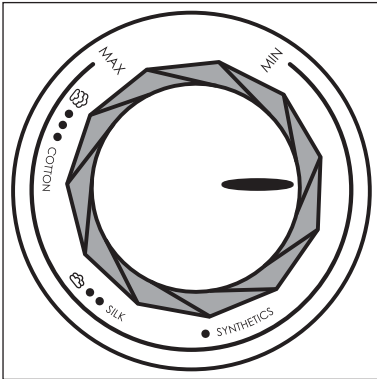

Abb. 2
- 3) Stellen Sie die geeignete Temperatur mit dem Temperaturregler  ein (siehe Tabelle unten und Abb. 2).